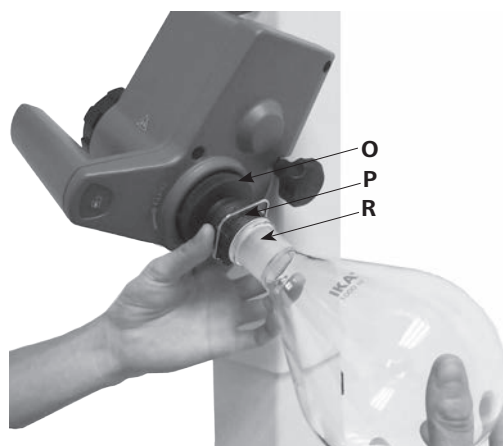

Fig.15a
- Placer le ballon d'évaporation (R) sur le tube de vapeur. (Fig.15a)